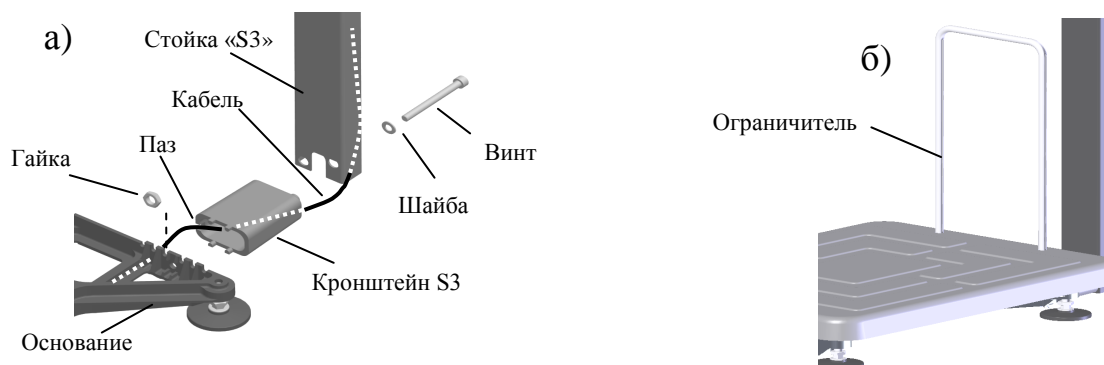

Рис. 5.2 - Крепление прямоугольной стойки к модулю ТВ-S_
- Протянуть кабель через кронштейн и стойку, Рис. 5.2 а. Кабель должен входить в паз кронштейна.
- Плотно вставить в отверстия платформы ограничитель (Рис. 5.2 б).